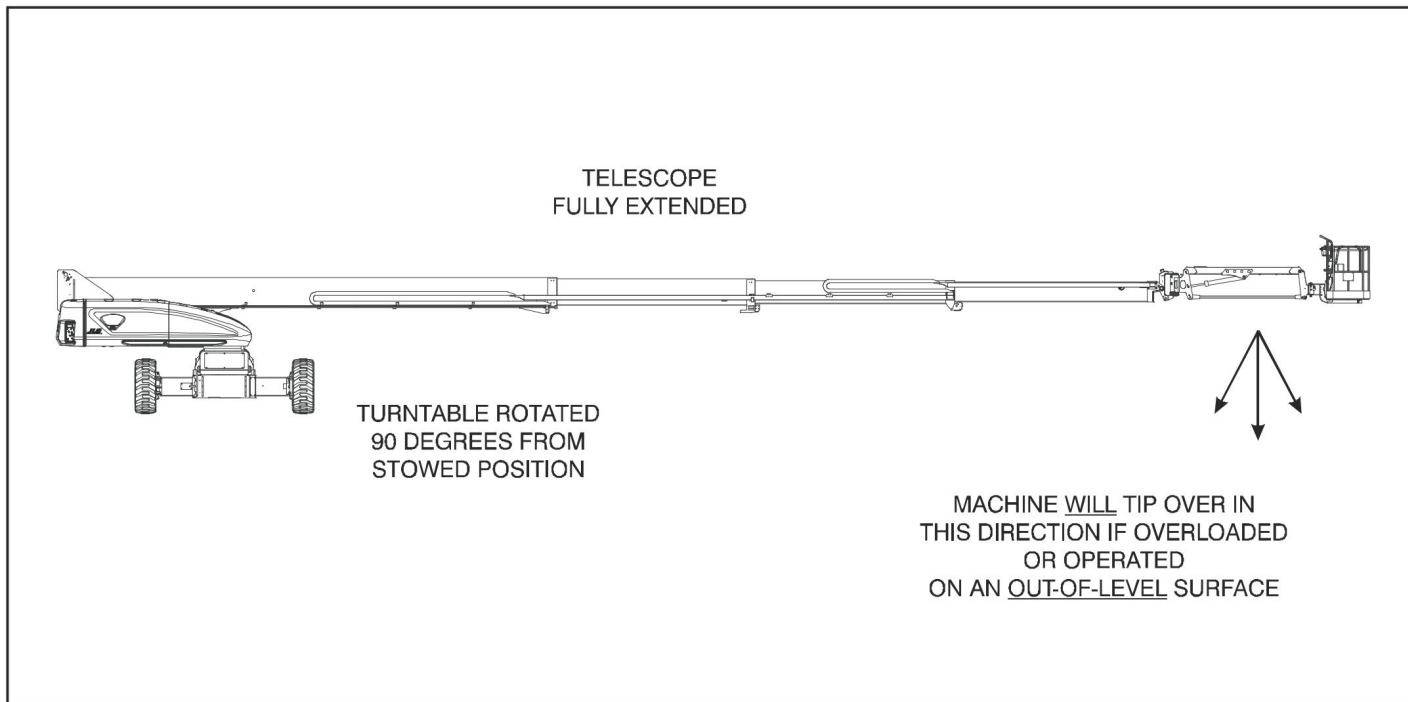
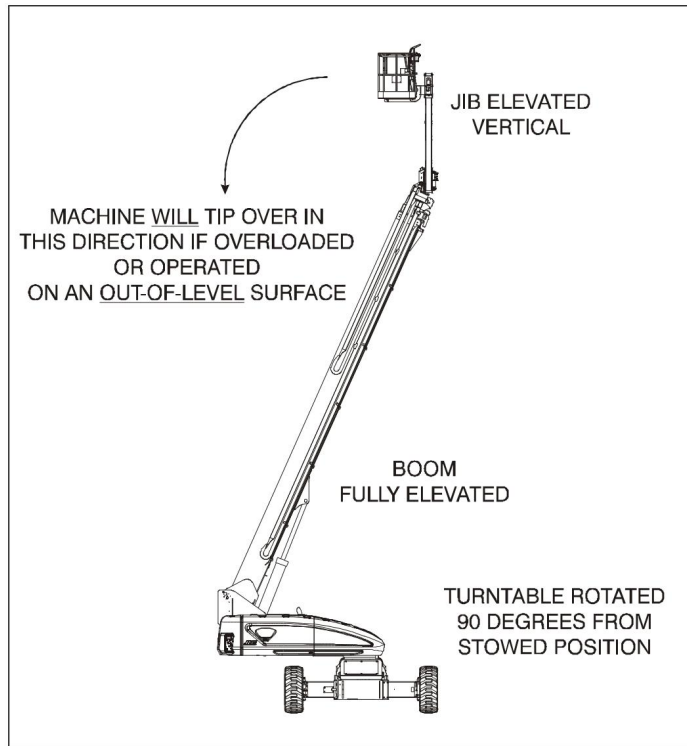

Figura 4-2. Poziția cea mai mică stabilitate înainte
Figura 4-3. Poziția de cea mai mică stabilitate înapoi
Stabilitatea mașinii se bazează pe două (2) condiții care se numesc stabilitate FORWARD și BACKWARD. Poziția mașinii cu cea mai mică stabilitate ÎNAINTE este prezentată în (vezi Figura 4-2.), iar poziția sa cu cea mai mică stabilitate ÎNAPOI este prezentată în (vezi Figura 4-3.)